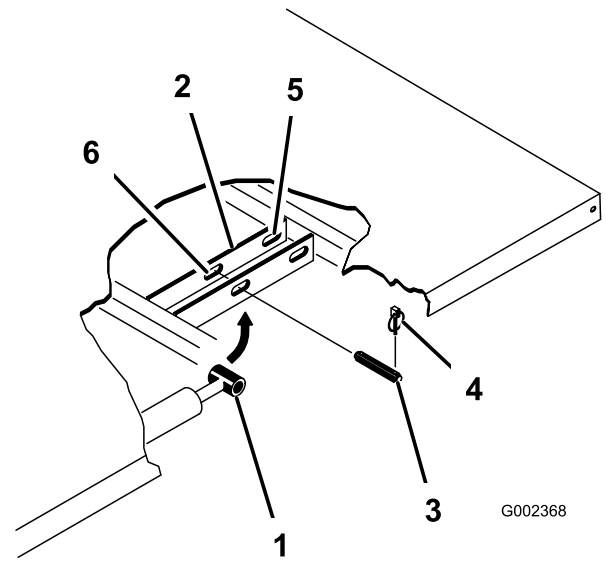

Figura 3
4. Retire los pasadores de seguridad de los extremos exteriores de los pasadores de horquilla de las varillas de los cilindros (Figura 3).